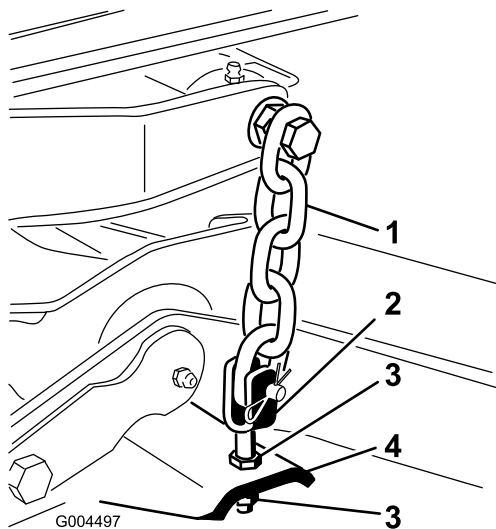

Рисунок 65
7. Отрегулируйте стопорные гайки крепления тяг/цепей деки и поднимите заднюю часть деки так, чтобы наклон ножа был равен 8 мм (Рисунок 65).